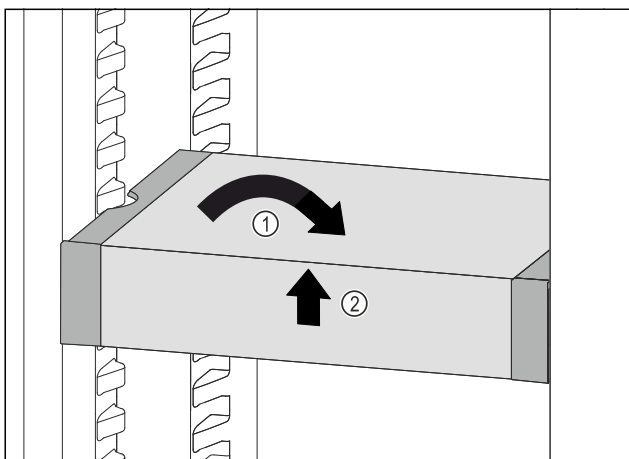

Fig. 102
- Plasser VarioSafe rett. Fig. 102 (1)
- Løft VarioSafe opp i forkant. Fig. 102 (2)